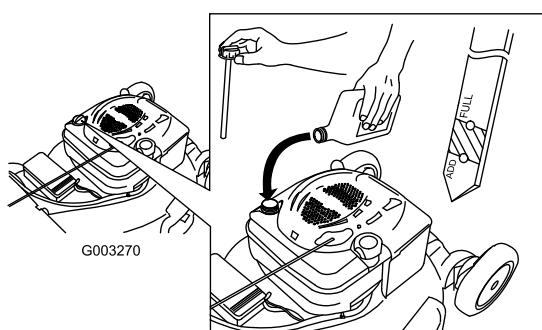

Figura 8
1. Retire la varilla (Figura 8).
2. Vierta **lentamente** aceite en el tubo de llenado hasta que el nivel llegue a la marca Full de la varilla (Figura 8). **No llene demasiado.** (Capacidad máxima: 0,59 l